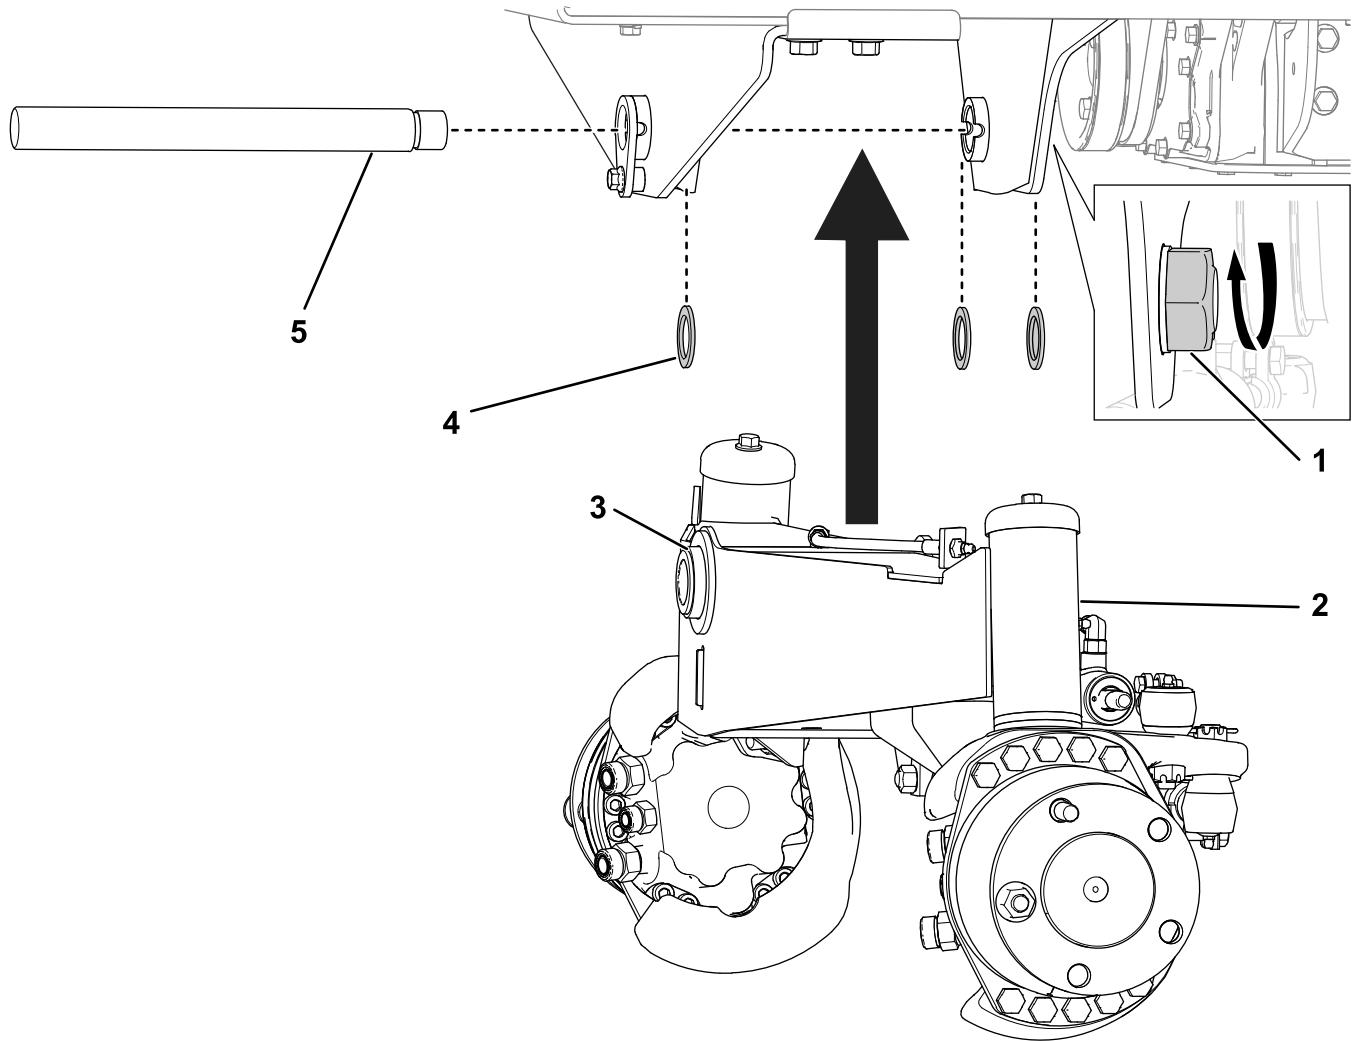

図 16
1. 後アクスルアセンブリをフレームに位置決めする。アクスルアセンブリをフレームの高さまで持ち上げ、ピボットシャフトをフレームとアクスルとスラストワッシャ3枚に通す図 16。
2. ロックナットをピボットシャフトに固定して、後アクスルの軸方向前後方向の遊びをなくす。ロックナットを締めつけた後でも、アクスルが自由にピボット動作することを確認する図 16。